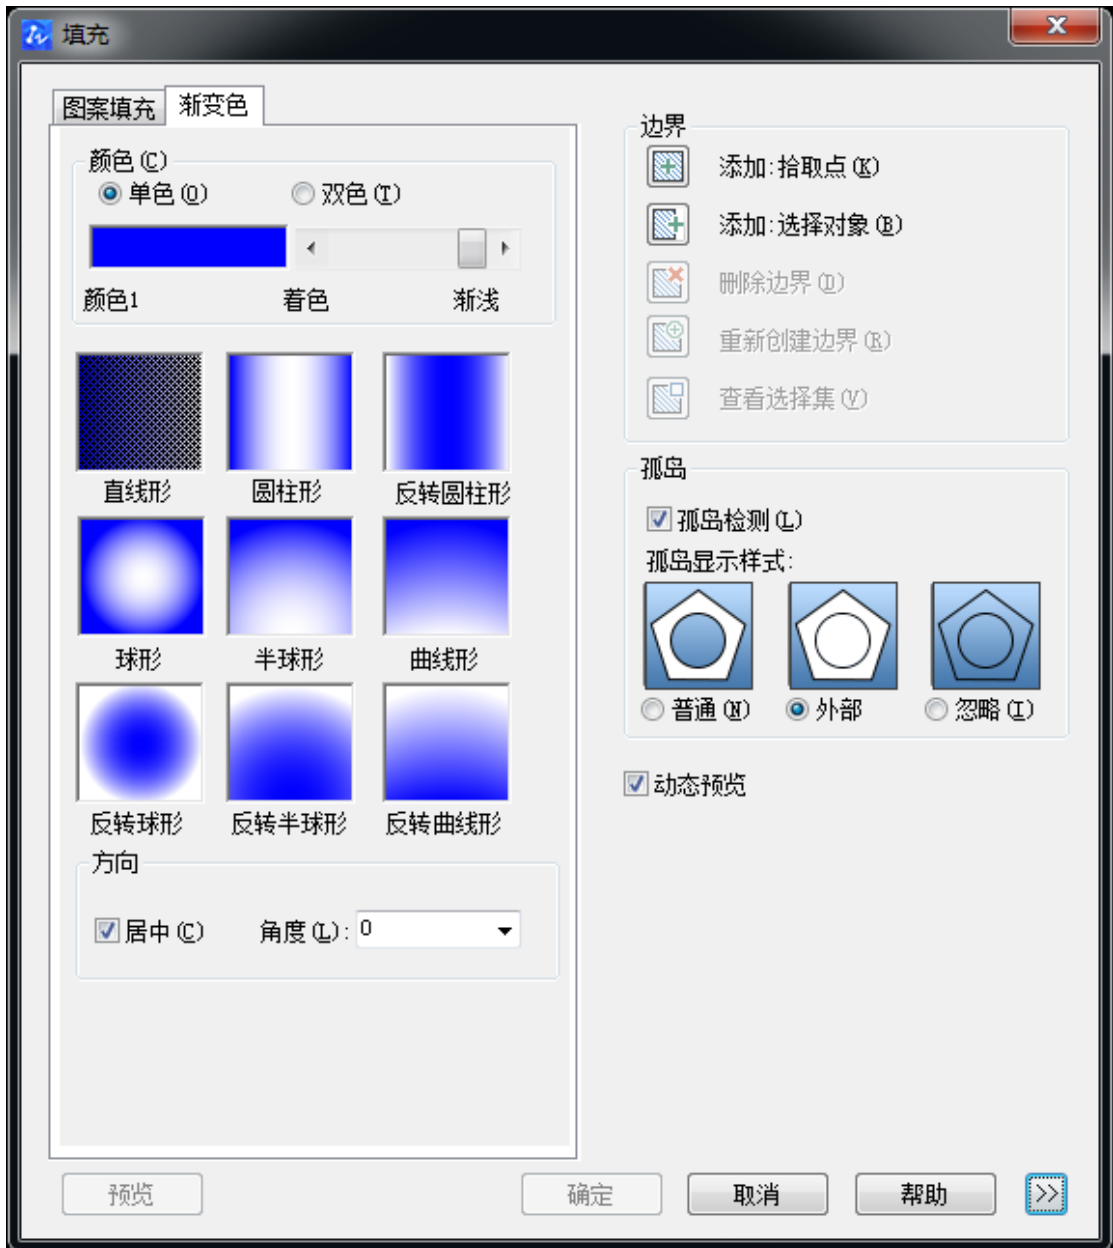

图 6-12 渐变色填充界面
渐变色填充的设置界面如图 6-12 所示，用户可以预览显示渐变颜色的组合效果，共有 9 种效果，右侧的示意图非常清楚的展现其效果。在方向一栏内调整居中和角度，在示意图中选择一种渐变形态，即可完成渐变色填充设置。对于使用单色状态时还可以调节着色的渐浅变化。
- (2) 拷贝两个线框放到右边。
- (3) 打开“图案填充”对话框，切换到【渐变色】选项卡。如图 6-12 所示
- (4) 对左边第一个图采用普通方式填充，选渐变色选项卡，颜色单色，方向居中，角度 0，直线形填充类型。
- (5) 在边界选项卡中，点击添加，选择对象用鼠标拉出一个矩形，把左边第一个图全部选中。
- (6) 选预览一下，可以了，点击确定，得到左边第一个图的填充效果。